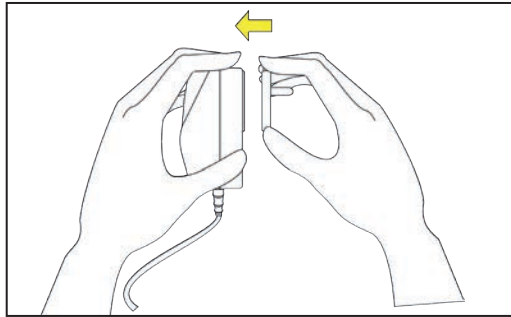

Figura 14. Instalando el adaptador de clavija de toma de corriente.
**PASO 3.** Instale el adaptador de clavija de toma de corriente apropiado en el adaptador ca. Ver la Figura 14 en la página 16.